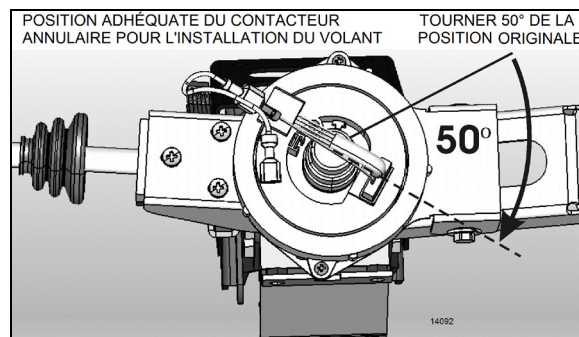

FIGURE 15 : POSITION CORRECTE DU CONTACTEUR ANNULAIRE
5. Briser le joint de papier et faire tourner la partie centrale du contacteur annulaire sur environ 50° dans le sens horaire (Figure 15).